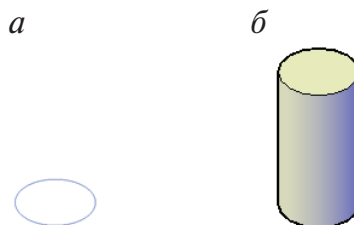

Рис. 163. Создание 3D-тела командой Выдавить:
**Вариант 1.** Команда Выдавить  (рис. 163).
Операцию выдавливания можно применять к объектам: отрезки, полилинии, 2D-сплайны, круги, эллипсы, 3D-грани, 2D-фигуры, полосы, области, плоские поверхности, плоские грани на телах. При выдавливании замкнутого объекта получается 3D-тело (рис. 163, б).
(см. рис. 163, а)
**ВЫДАВИТЬ** Высота выдавливания или [Направление Траектория Угол конусности Выражение] <0.0000>: 200.↵ вводим высоту тела и курсором показываем направление высоты (см. рис. 163, б).